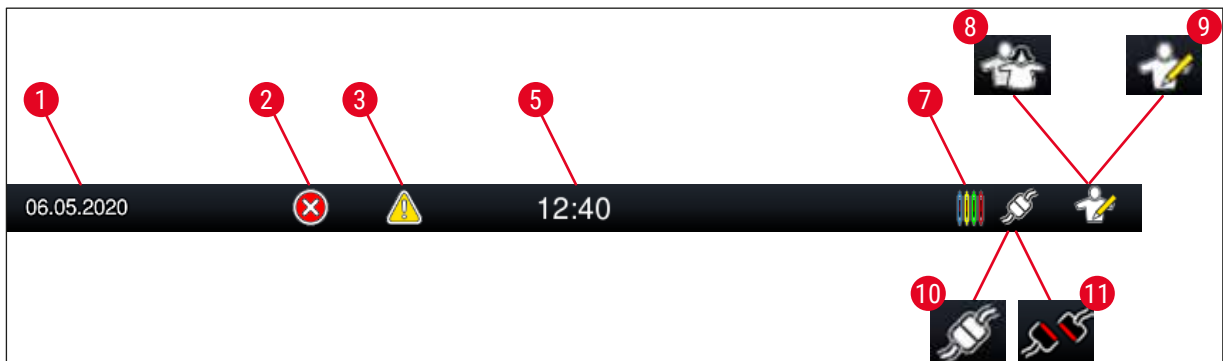

Fig. 16
4. L'état d'utilisateur actuel est indiqué dans la barre d'état en haut, à droite, par le symbole correspondant (→ "Fig. 16").